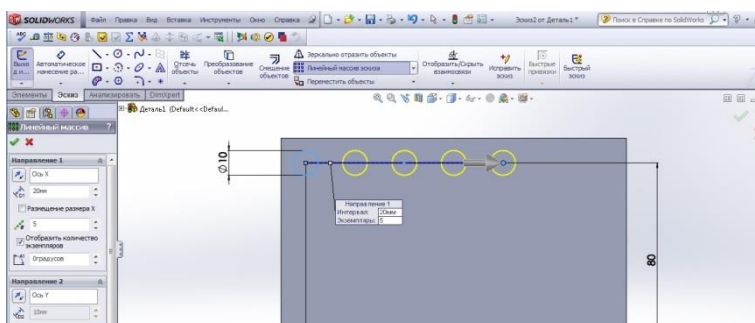

Рис. 5.3
- **Масив в одному напрямі.** Для цього у Менеджері властивостей масиву слід задати напрям масиву, відстань між елементами масиву, кількість елементів масиву, напрям розмноження елементів масиву (рис. 5.3).